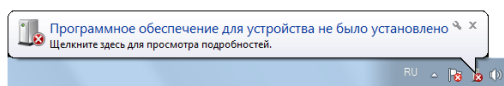

Рис. 5.3. Уведомление об отсутствии USB-драйвера
1. При первом подключении контроллера к ПК по интерфейсу USB в области уведомлений (в правой нижней части экрана) появится уведомление *Программное обеспечение для устройства не было установлено* (рис. 5.3).